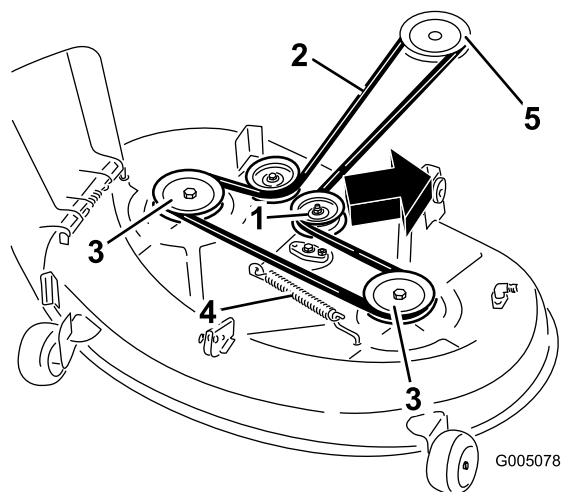

Figure 58
- À l'aide d'un outil de dépose de ressort (réf. Toro 92-5771), décrochez le ressort du crochet sur le tablier pour éliminer la tension sur la poulie de tension et déchaussez la courroie des poulies (Figure 58).
- Acheminez la courroie neuve autour de la poulie du moteur et des poulies du tablier de coupe (Figure 58).
- À l'aide d'un outil de dépose de ressort (réf. Toro 92-5771), accrochez le ressort au crochet situé sur le tablier, ce qui a pour effet d'exercer une tension sur la poulie de tension et la courroie du tablier de coupe (Figure 58).